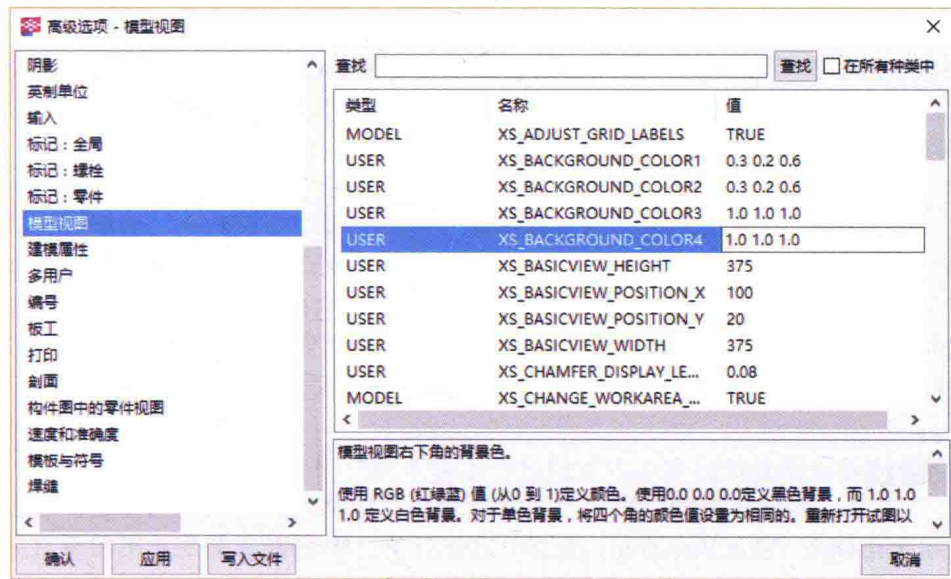

图 1-16 修改背景色
(2) 使用 4 个 XS_BACKGROUND_COLOR 修改背景色：要使用单色背景，背景的全部四个角都设置相同的值。要使用过渡色背景，背景的四个角可设置不同的值。三个数为一组，以空格隔开。如 1.0 1.0 1.0 代表白色，0 0 0 代表黑色，其他颜色介于 1 与 0 之间；如果输入四组数值如图 1-16 所示，则呈现由紫色向白色过渡的背景。关闭并重新打开视图，更改方可生效。